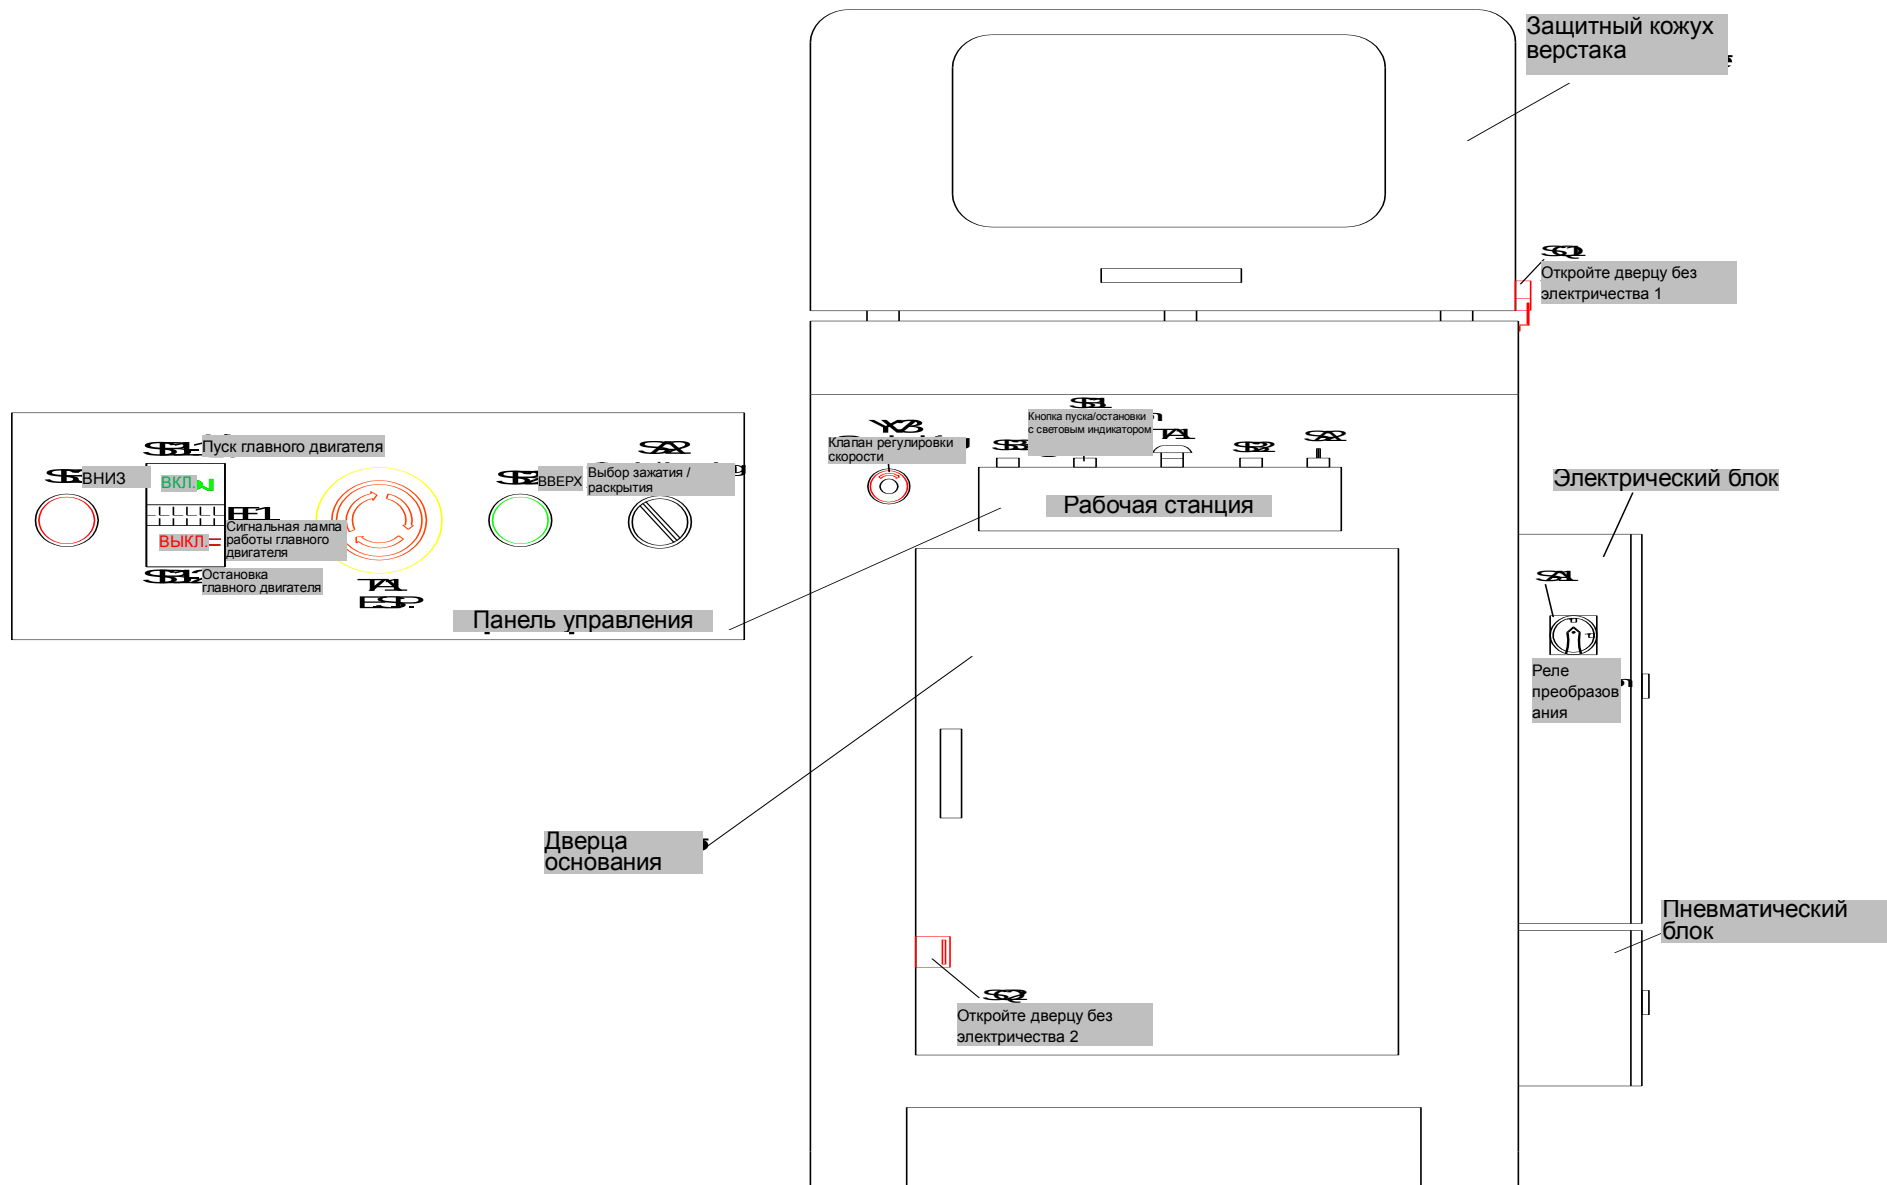

Рисунок 1
Подключив и отрегулировав источник воздуха, убедитесь, что напряжение питания соответствует напряжению станка, проверьте надежность подсоединения шнура питания и кабеля заземления, проверьте, замкнут ли автоматический выключатель в электрическом шкафу. Если все в порядке и автоматический выключатель замкнут, можно подавать питание в станок, переключите силовой выключатель SA1 (см. рисунок 1) в положение «ВКЛ.», при этом питание станка будет включено.
Внимание: перед запуском станка после подключения электропитания убедитесь, что защитный кожух станка закрыт, закройте дверцу основания станка на замок, убедитесь, что ключи от выключателя дверей SQ1 и SQ2 (см. рисунок 1) вставлены в выключатель. В противном случае, станок не сможет работать.
1. Сначала поверните переключатель зажатия SA2 (см. рисунок 1) в положение зажатия, поперечный цилиндр G2 и продольный цилиндр G3 (см. схему пневматики) выдвигаются, чтобы зажать заготовку. При этом давление должно достичь 0,8 МПа.